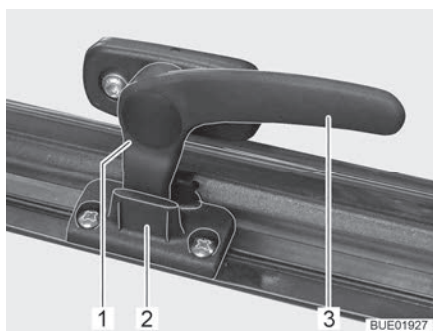

Bild 31 Låsarm i läget "kontinuerlig vädning"
- I läget "kontinuerlig vädning" (Bild 31)
- Sväng låsarmen (Bild 31,3) ett kvarts varv mot fönstrets mitt.
- Sväng låsarmen ett kvarts varv mot fönsterkarmen. Därvid måste låsspaken (Bild 31,1) föras in i spåret på fönsterlåset (Bild 31,2).